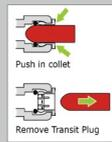

Abb. 1
- Entfernen Sie alle Transportstopfen von der Rückseite des Geräts (Abb. 1).